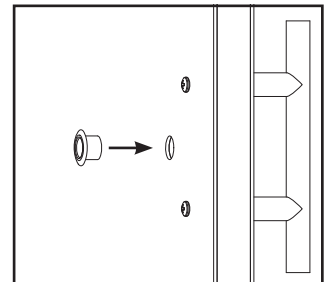

Figura 8. Taladrar previamente para la jaladera
2. Presione la manija de dedo en su lugar como se muestra en la figura 8